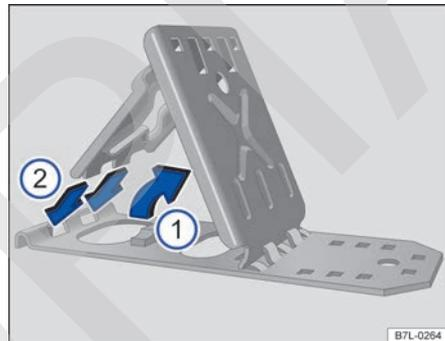

Fig. 221 Desplegar los calzos plegables.
- Levante la placa de apoyo → fig. 221 1.
- Introduzca las dos “pestañas” de la placa de fijación en los orificios alargados de la placa soporte → fig. 221 2.